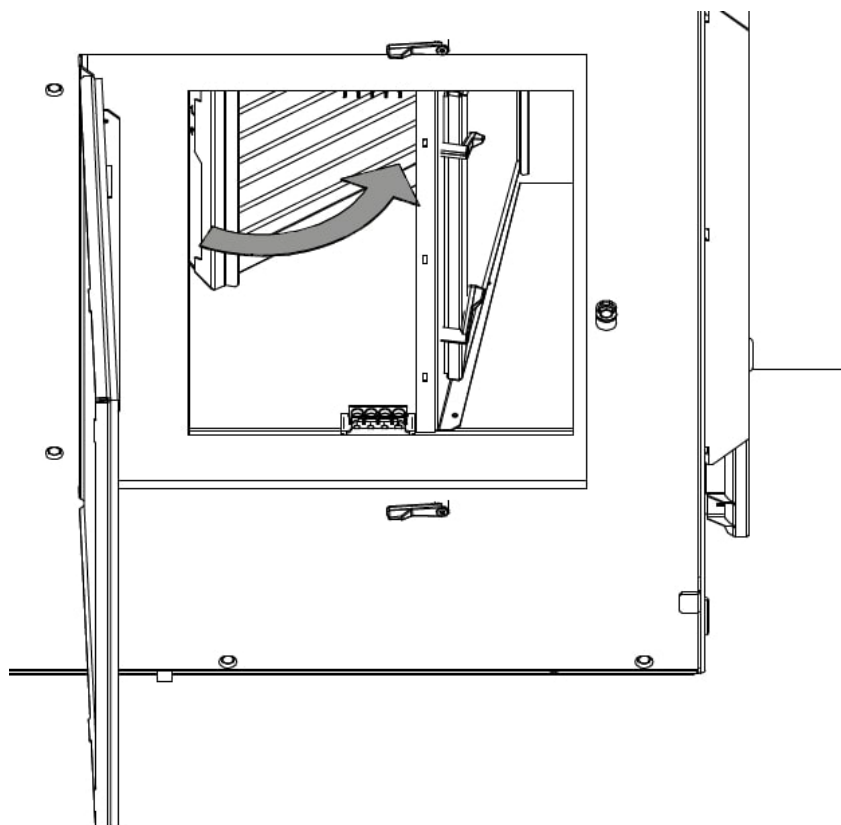

Abbildung 17: Schließen des Filterscharniers
8. Schließen Sie das Filterscharnier, siehe Abbildung 17.